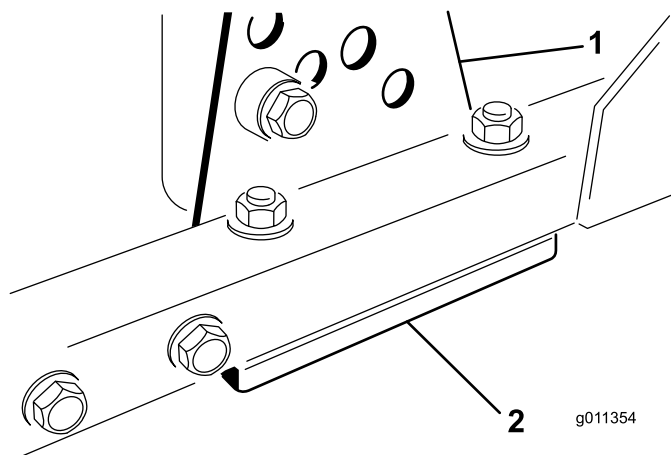

Bild 73
1. Entfernen Sie die Schnitthöhen-Einstellhalterung (vorne, links oder rechts) vom Mähwerkrahmen (Bild 73).
2. Führen Sie 1,5-mm- und/oder 0,7-mm-Beilagscheiben zwischen dem Mähwerkrahmen und der Halterung ein, um die gewünschte Schnitthöhe zu erhalten (Bild 73).